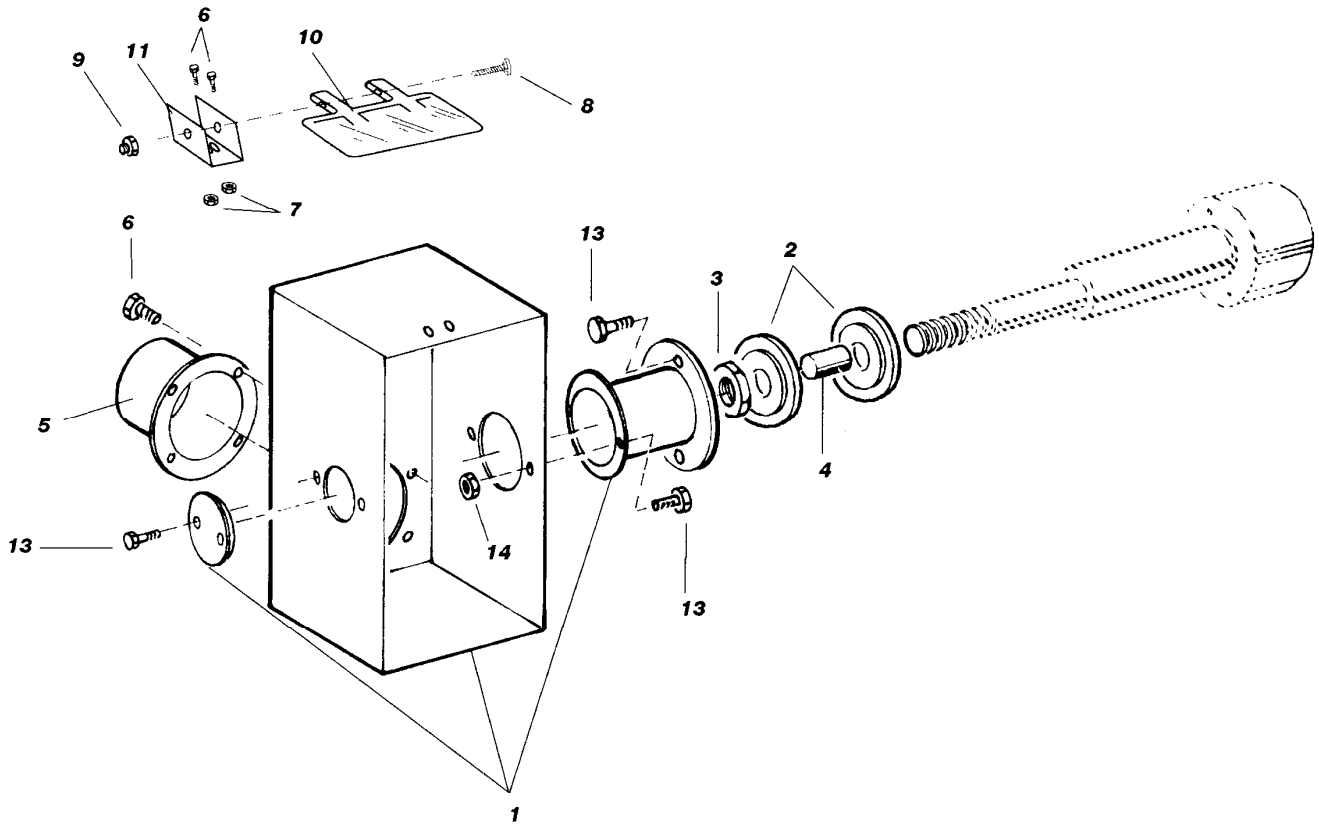

Figure 3
2. Insérer une clé six pans à l'extrémité de l'arbre et desserrer l'écrou (3 fig.3) en utilisant une clé plate.